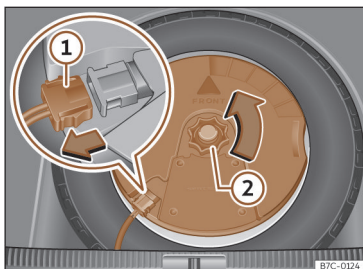

Fig. 207 Na bagageira: desmontar o subwoofer.
- Desligue o cabo do altifalante subwoofer >>> **Fig. 207 ①.**
- Rode a rodinha de fixação no sentido contrário ao dos ponteiros do relógio >>> **Fig. 207 ②.**